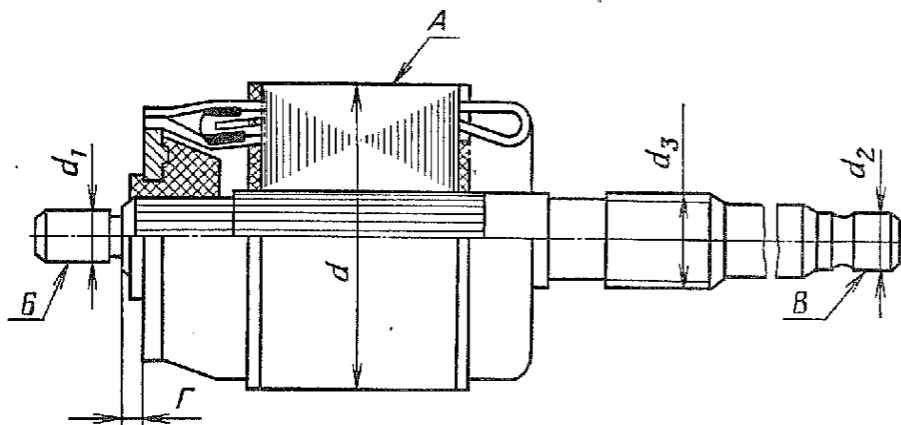

Рис. 207. Якорь стартера
2.5. Якорь стартера (рис. 207)